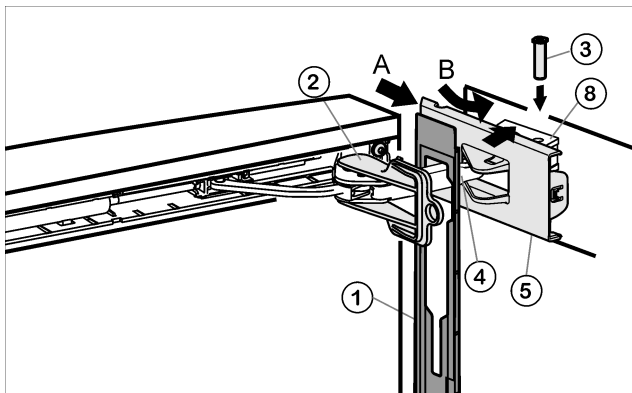

Fig. 17
- ▶ Suspenda el panel *Fig. 17 (1)* en el estribo del amortiguador *Fig. 17 (4)*, de modo que los ganchos de retención estén orientados hacia dentro y el lado delantero esté orientado hacia al aparato.
- ▶ Desplace la cubierta *Fig. 17 (5)* desde la parte exterior (A) y vírela a través de la pieza de cojinete *Fig. 17 (8)* (B).
- ▶ Coloque la cubierta *Fig. 17 (5)* y encájela hasta el primer enganche.
- ▶ Acerque el estribo del amortiguador *Fig. 17 (4)* a la pieza de cojinete e introduzca el perno *Fig. 17 (3)* desde arriba, de modo que el cuadrado esté en la parte hundida.
- ▶ Encaje ahora la cubierta *Fig. 17 (5)* por completo en la pieza de cojinete *Fig. 17 (8)*.
- ▶ Retire el seguro *Fig. 17 (2)* girándolo.
- ▶ Encaje el panel *Fig. 17 (1)* en la puerta.